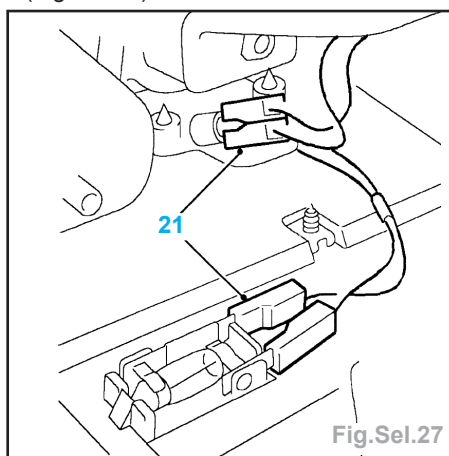

Fig.Sel.27
- Débrancher les 4 connecteurs (21) de la lampe de boîte à gants et du contacteur (Fig.Sel.27).